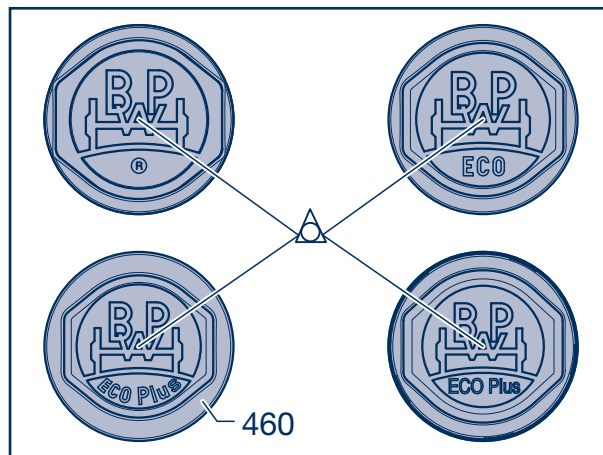

Fig. 1
- [1] Bei älteren Nabenkapseln als in Fig. 1 dargestellt, die Nabenkapseln abschrauben und Fett an den Radnaben entfernen.
[1] For old hub caps, as in fig. 1, unscrew the hub cap and remove grease from the wheel hub.
[1] Sur les capuchons plus anciens que ceux représenté sur la Fig. 1, démonter les capuchons (460) enlever la graisse sur les moyeux.